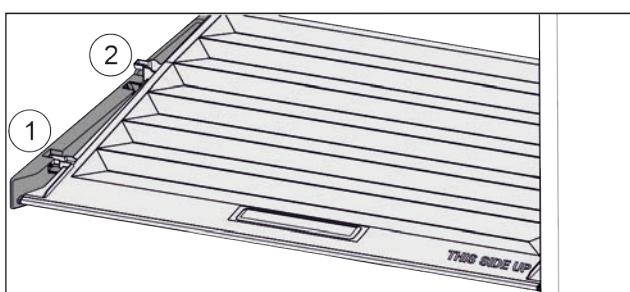

Fig. 32
- Потянуть крышку до отверстия в поддерживающих деталях вперед Fig. 32 (1).
- Поднять сзади снизу и извлечь Fig. 32 (2) движением вверх.